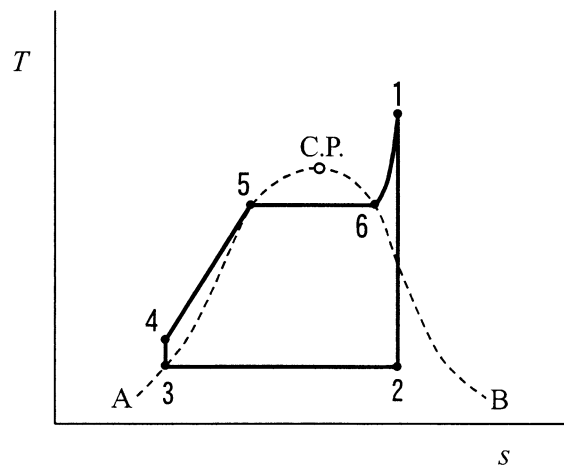

図1
図1及び図2は、あるサイクルにおける、温度  $T$  と比エントロピー  $s$  の関係を示したものであり、作動流体は水蒸気である。ここで、1~6及びa~cは、いずれも作動流体の熱力学的状態点を示す番号あるいは記号とし、各状態点における比エンタルピー  $h$  の値は、その状態点の番号あるいは記号を添え字に用いて示すこととする。また、図中のC.P.は臨界点、破線A-C.P.は飽和液線、破線C.P.-Bは飽和蒸気線を示している。なお、計算に用いる水及び蒸気の比体積  $v$ 、比エンタルピー  $h$  及び比エントロピー  $s$  は、表1及び表2の値を用いることとし、符号'は飽和水の状態、符号''は乾き飽和蒸気の状態を表す。
1) 図1のサイクルは、 サイクルと呼ばれている。
2) 図1のサイクルの具体例として次を考える。